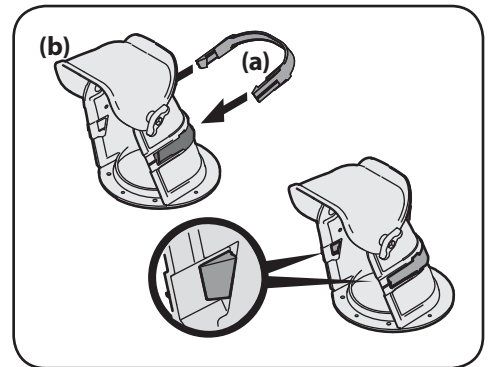

Figure 2-9
1. Placez le bouchon de la goulotte (a) sur la goulotte (b). Voir Figure 2-9. Assurez-vous que le bouchon est placé dans la rainure sur la goulotte et que les pattes sont bien enclenchées.